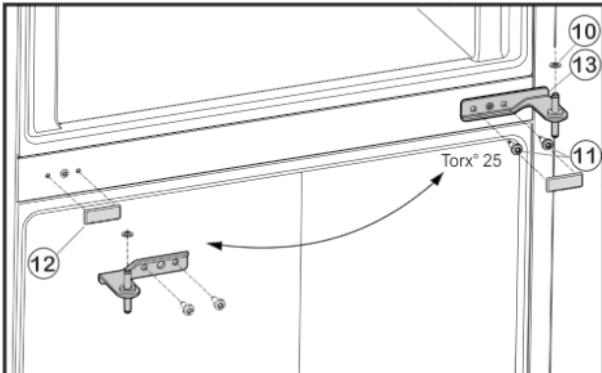

Fig. 5
- Открутите крепежные винты Fig. 5 (11) (2 шт. Torx® 25) и извлеките средний опорный кронштейн из нижней дверцы.
- Снимите пластиковую шайбу Fig. 5 (10).
- Осторожно снимите крышку Fig. 5 (12).
- Установите крышку Fig. 5 (12) на противоположной стороне.
- Вставьте средний опорный кронштейн Fig. 5 (13) с поворотом на 180° в нижнюю дверцу и прикрутите с помощью крепежных винтов Fig. 5 (11)(2 шт. Torx® 25) на новую сторону шарнира (с моментом 4 Нм).
- Снова установите пластиковую шайбу Fig. 5 (10).
- Установите верхнюю дверцу на средний опорный кронштейн Fig. 5 (13).